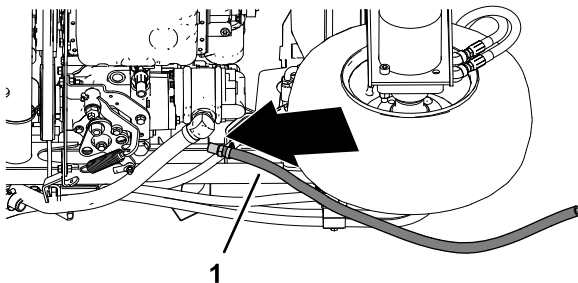

Figura 48
1. En la parte inferior de la máquina, alinee la manguera de retorno del enfriador de aceite con el perfil del bastidor derecho, tal y como se muestra en la Figura 48.